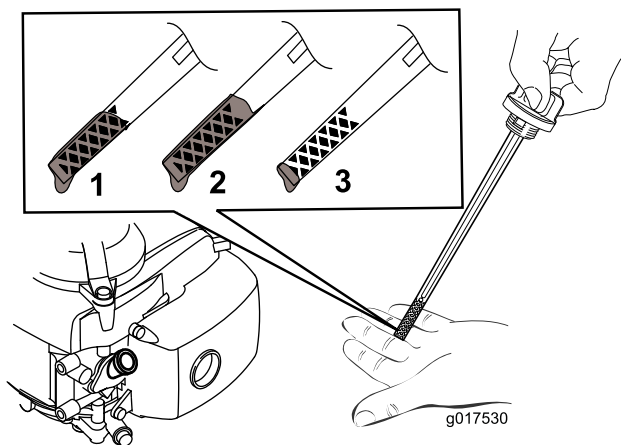

Figura 5
2. Retire la varilla girando el tapón en el sentido contrario a las agujas del reloj y tirando del mismo (Figura 5).
7. Observe en la varilla el nivel de aceite (Figura 5).